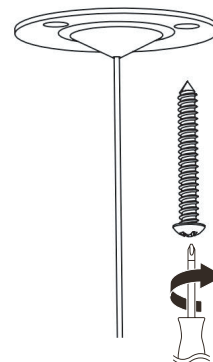

FIGURE 5
9. Fixez les (4) crochets de retenue sur les extrémités des câbles transversaux aux (4) attaches de suspension sur le luminaire. Voir **Figure 5**.